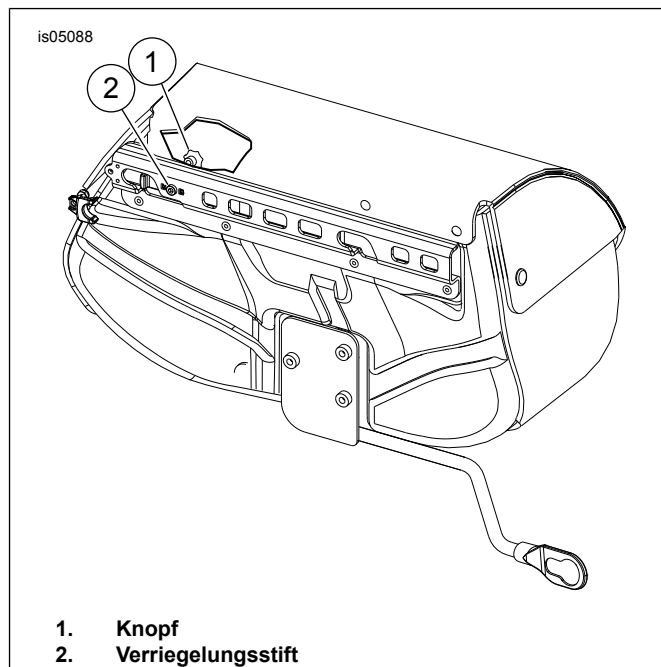

Abbildung 7. Satteltaschenknopf und -verriegelung
2. Siehe Abbildung 7. Den Knopf (1) und Verriegelungsstift (2) von der Innenseite der Satteltasche ziehen und drehen, um das Halterungsschloss zu öffnen.